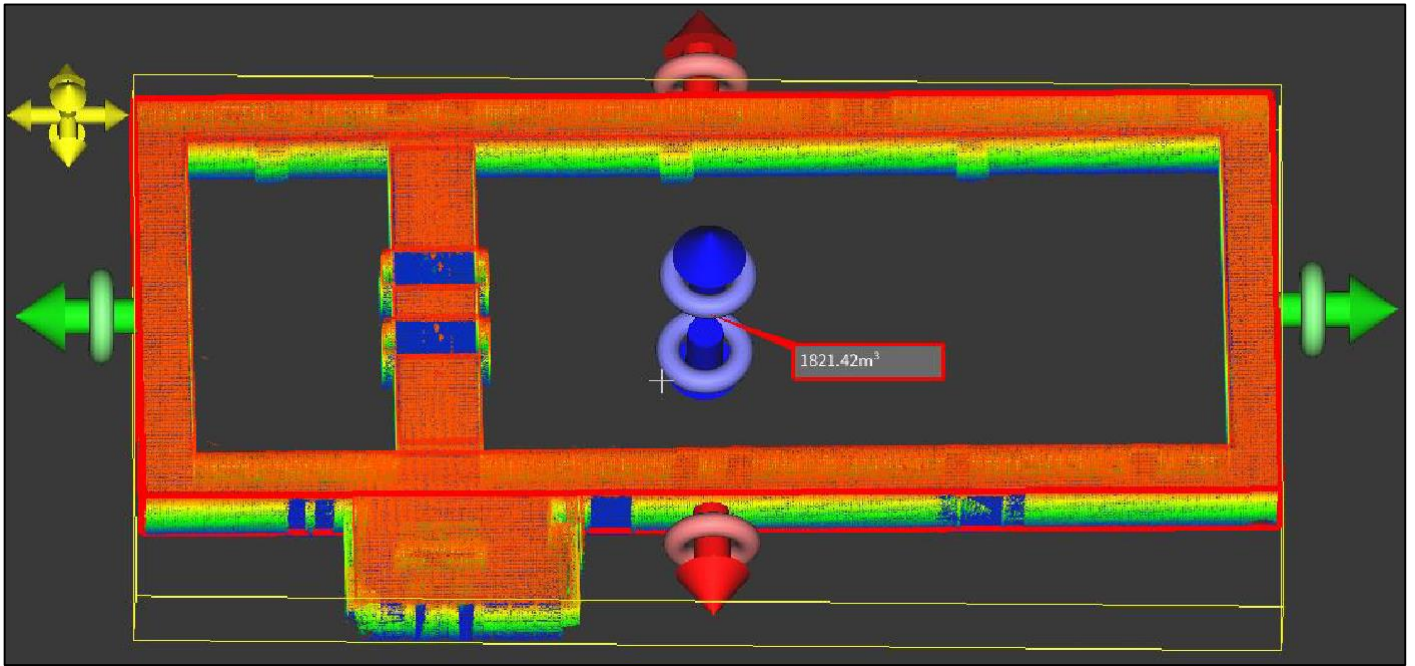

図34. 体積測定結果
3. 体積測定アイコンをクリックすると、体積計算の囲いボックスのサイズが実際に測定する必要のあるサイズと一致して測定が完了します。図34は、点群データでの体積測定の結果です。